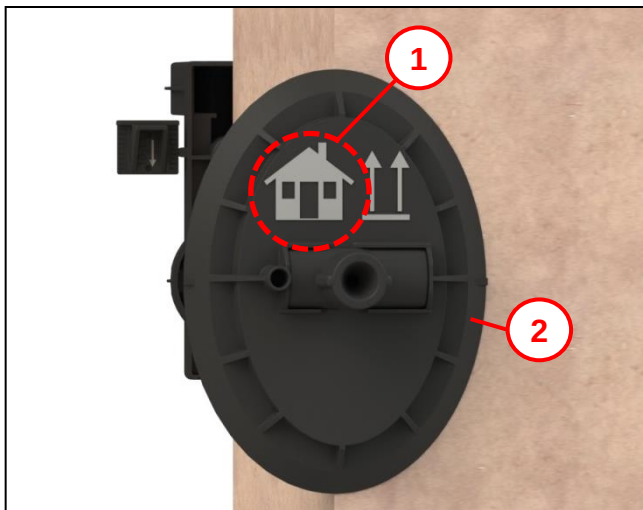

Abb. 18
- Schaumrohr mit Außenflansch **(1)** in Kernloch ansetzen und bis zu Beginn der Rastnase einstecken (Abb. 18 beachten).
Weiter bei Abb. 18